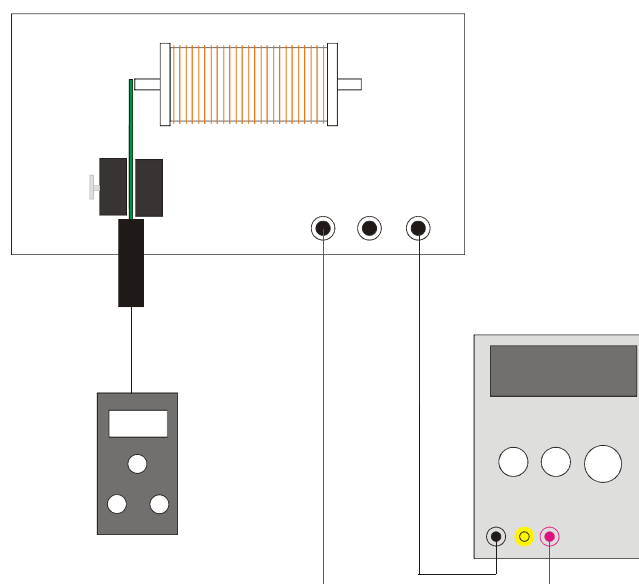

Fig. 2 : Schéma de l'expérience « mesure statique »
- Connecter le bloc d'alimentation, la bobine et le teslamètre selon Fig. 2.